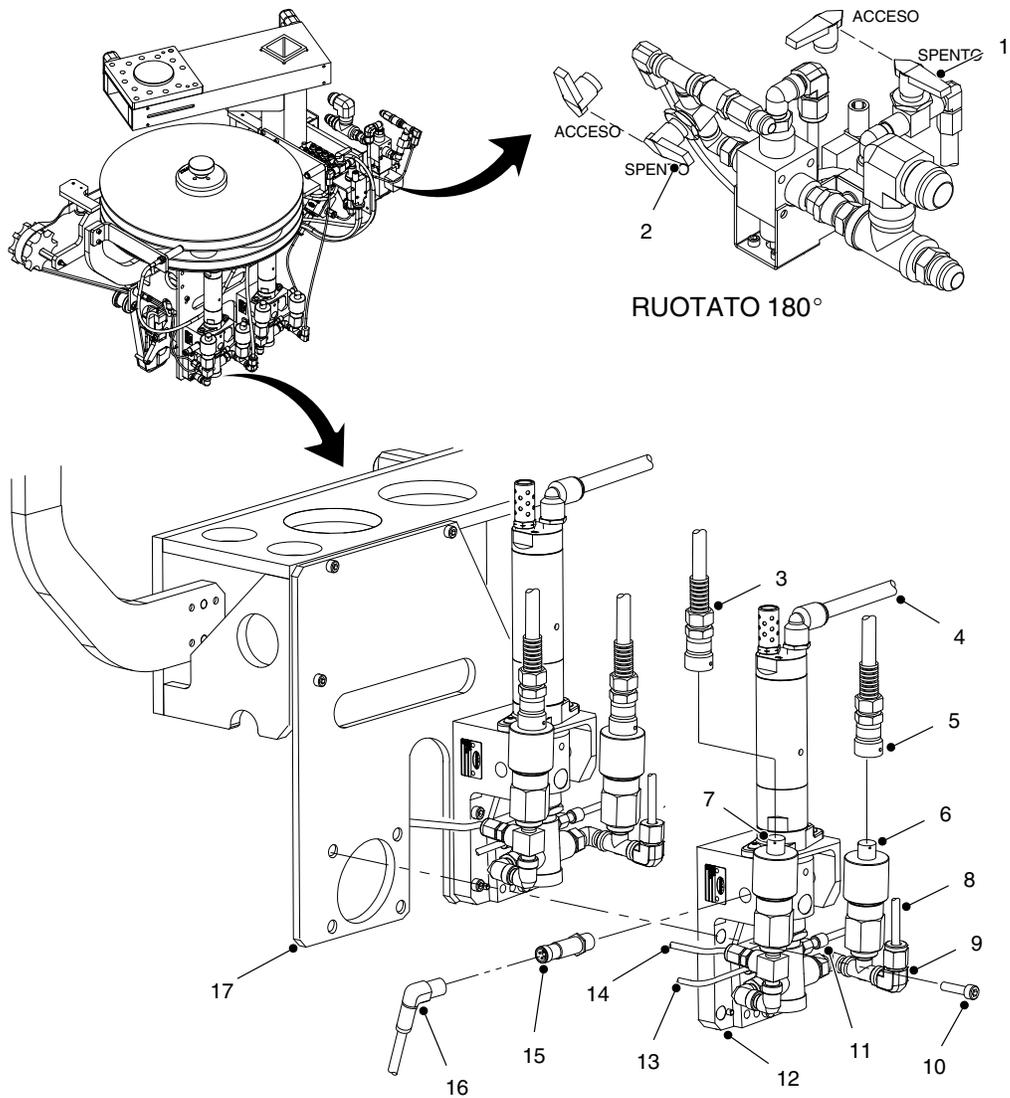
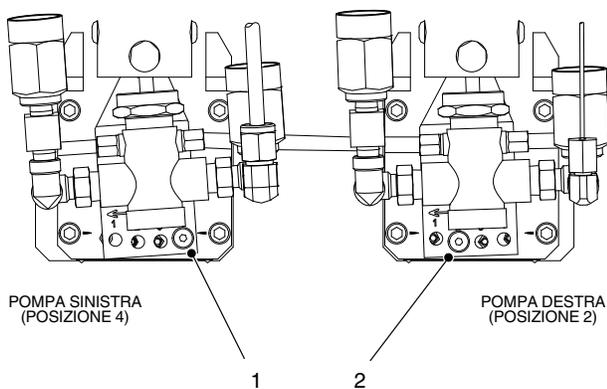
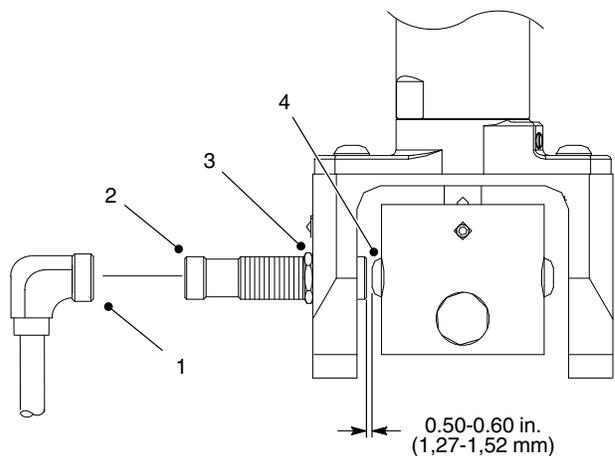

Figura 4 Sostituzione della pompa (tipica)
Figura 5 Posizione della piastra di regolazione della pompa
Figura 6 Distanza del sensore di prossimità
2. Vedi figura 4. Eseguire l'operazione applicabile:
- a. Pompa del primer nero—Flussare la pompa del primer nero. Dopo aver flussato la pompa del primer nero, mettere la valvola di chiusura solvente (2) in posizione spenta.
- b. Pompa del primer pulito—Mettere la valvola del primer pulito (1) in posizione spenta.
3. Scollegare la linea di alimentazione aria (4) dalla pompa (12).
4. Scollegare i connettori (3, 5) dai trasduttori della pressione di ingresso (6) e uscita (7).
5. Posizionare un contenitore per scarti adatto sotto la pompa (12).
6. Scollegare i condotti di alimentazione primer (8, 14) e le linee del solvente (11, 13) dalla pompa (12).
7. Scollegare il connettore (16) dal sensore di prossimità della portata (15). Rimuovere il sensore di prossimità della portata dalla pompa (12).
8. Togliere le viti (10) che fissano la pompa (12) alla piastra di montaggio (17).
9. Togliere il raccordo di alimentazione del primer (9) dalla pompa (12).
1. Vedi figura 4. Installare il raccordo di alimentazione del primer (9) sulla pompa (12).
2. Applicare Loctite 242 sui filetti delle viti (10). Montare la pompa (12) sulla piastra di montaggio (17) usando le viti. Serrare le viti a 36 in.-lb (4 N•m).
3. Vedi figura 5. Assicurarsi che le viti della piastra di regolazione della pompa destra e sinistra (1, 2) siano montate come illustrato.
4. Vedi figura 6. Installare il sensore di prossimità (2) sulla pompa. Assicurarsi che la distanza tra la faccia del sensore di prossimità (2) e la vite sul fondo del mandrino del primer (4) sia di 0.050-0.060 in. (1,27-1,52 mm). Stringere saldamente il dado di bloccaggio (3).
5. Collegare il connettore (1) al sensore di prossimità (2).
6. Vedi figura 4. Collegare i condotti di alimentazione di primer (8, 14) e i condotti del solvente (11, 13) alla pompa (12).
7. Collegare i connettori (3, 5) ai trasduttori della pressione di ingresso (6) e uscita (7).
8. Collegare il condotto di alimentazione aria (4) alla pompa (12).